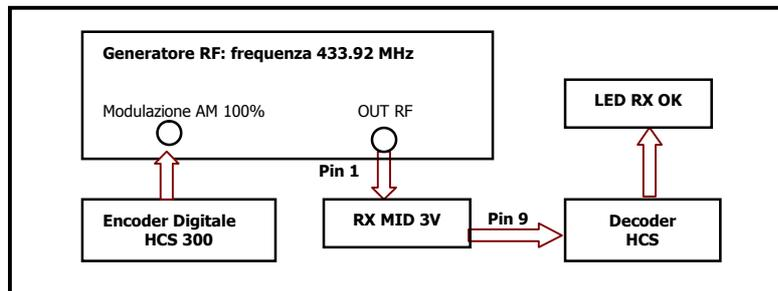

Fig. 1 – Schema di misura della sensibilità
**Nota1:** I valori sono stati ottenuti con sistema di test di Fig.1